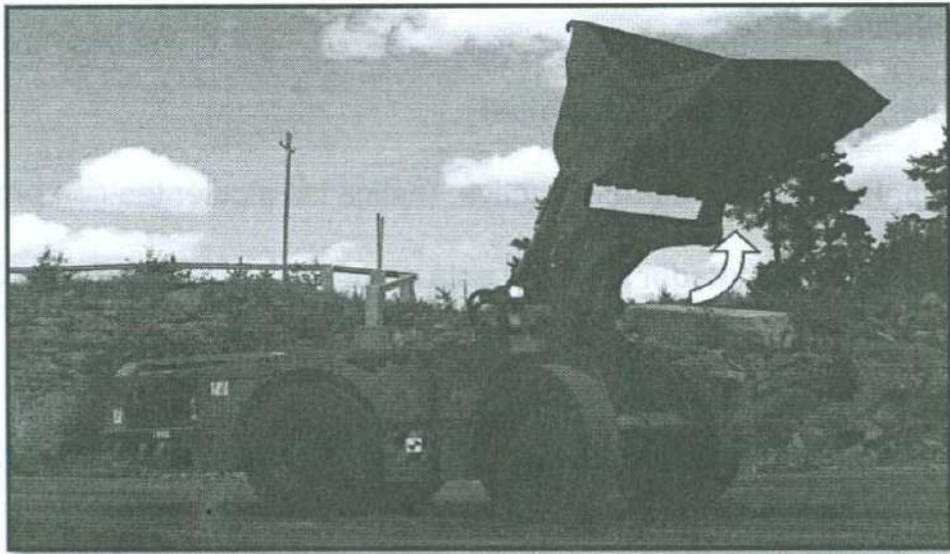

Figura 53. Posición de descarga.
1. Eleve el brazo y la cubeta (Ver figura 53).